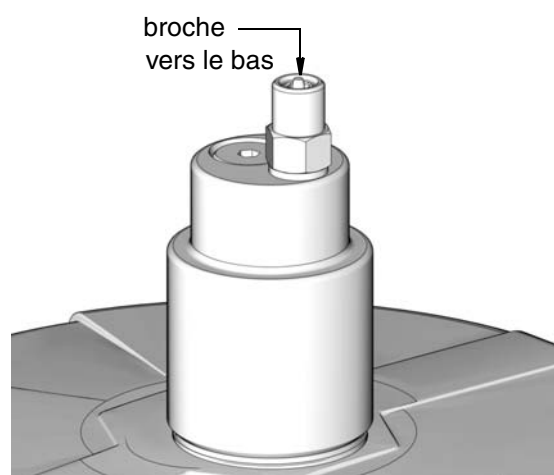

FIG. 21
1. Sortir et maintenir le bouton de décompression (T) suffisamment longtemps pour relâcher la pression de ligne entre le Collecteur mélangeur (N) et la vanne d'arrêt d'auto-remplissage (B).
2. Vérifier que la broche d'arrêt d'auto-remplissage (B) est baissée, ce qui indique qu'elle est réinitialisée (FIG. 21).